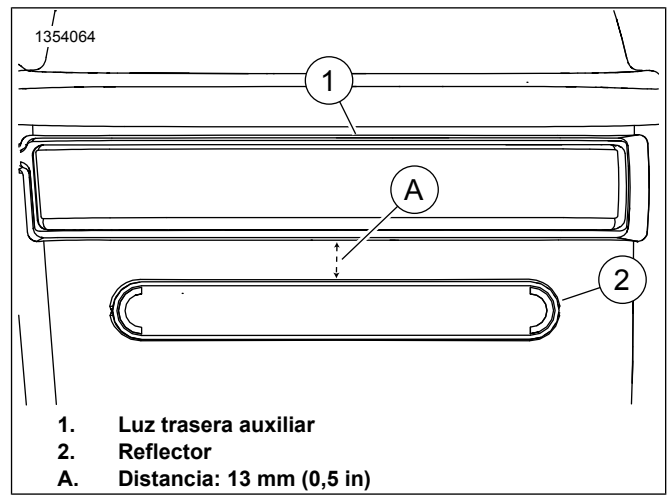

Figura 8. Ubicación de los reflectores
- b. Ver Figura 8 . Coloca el reflector (2) en la parte trasera de la alforja centrada y Distancia: 13 mm (0,5 in) debajo de la luz trasera auxiliar (1).